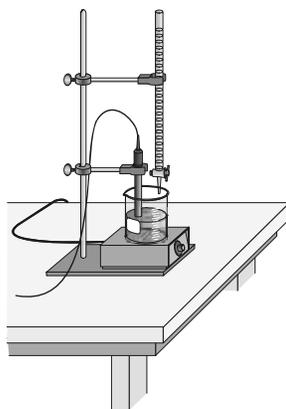

Figura 1.CON. Montaje para experimento 3
1. Se debe medir aproximadamente 50 mL de H_2SO_4 de concentración 0.02 M y colocar en un vaso de precipitados de 150-mL. **PRECAUCION:** El H_2SO_4 es un ácido fuerte, debe ser manejado con cuidado. Se enjuaga la bureta de 50-mL con pocos mL de la solución de H_2SO_4 . Se utiliza una pinza para atrapar la bureta al soporte universal como se muestra en la Figura 1. Se llena la bureta un poco más del nivel de 0.00-mL. Se drena una pequeña cantidad de la solución de H_2SO_4 para que se llene la punta de la bureta y quede el H_2SO_4 al nivel de 0.00-mL.
3. Se pone en posición la bureta y el sensor de conductividad junto con el vaso de precipitados que contiene el Bario y la barra magnética como se muestra en la Figura 1. El sensor de conductividad se debe de colocar en la solución de Bario justo por encima de la barra magnética. Se selecciona en el switch de la caja amplificadora del sensor un rango de 0-2000 μS .